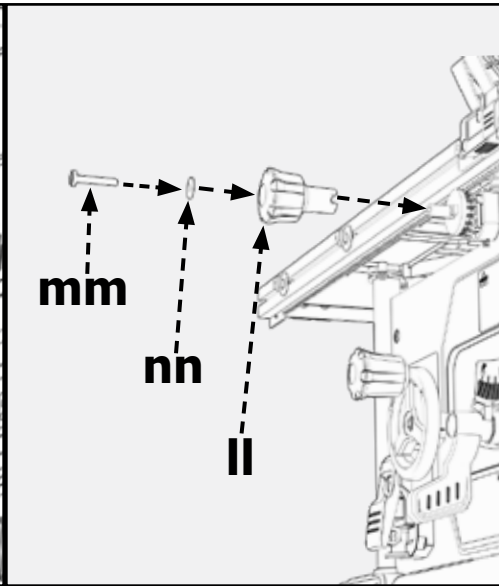

FIGURE 11b
1. Insérez et serrez la vis à six pans creux (mm) dans la rondelle plate (nn) dans le bouton de crémaillère et pignon (ll) comme indiqué dans figure 11b.